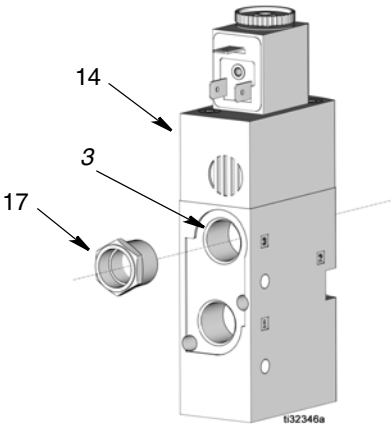

FIG. 28
7. Rimuovere il silenziatore (17) dall'attacco etichettato con 3 nella valvola a solenoide (14) (FIG. 28).
1. Montare il silenziatore (17) nell'attacco etichettato con 3 nella nuova valvola a solenoide (14) (FIG. 28).